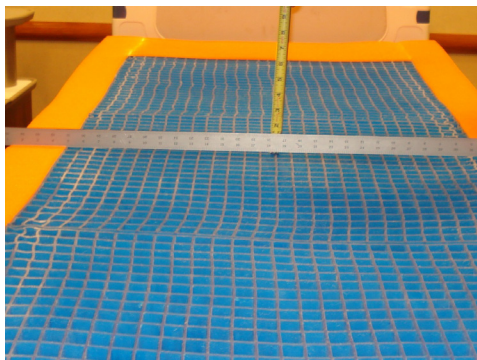

Figura 5
5. Coloque una regla (por lo menos de 88,9 cm de longitud) cruzando la espuma de izquierda a derecha a la altura de la región sacra (sección de asiento del paciente) de la superficie de apoyo, según se muestra en la Figura 5.